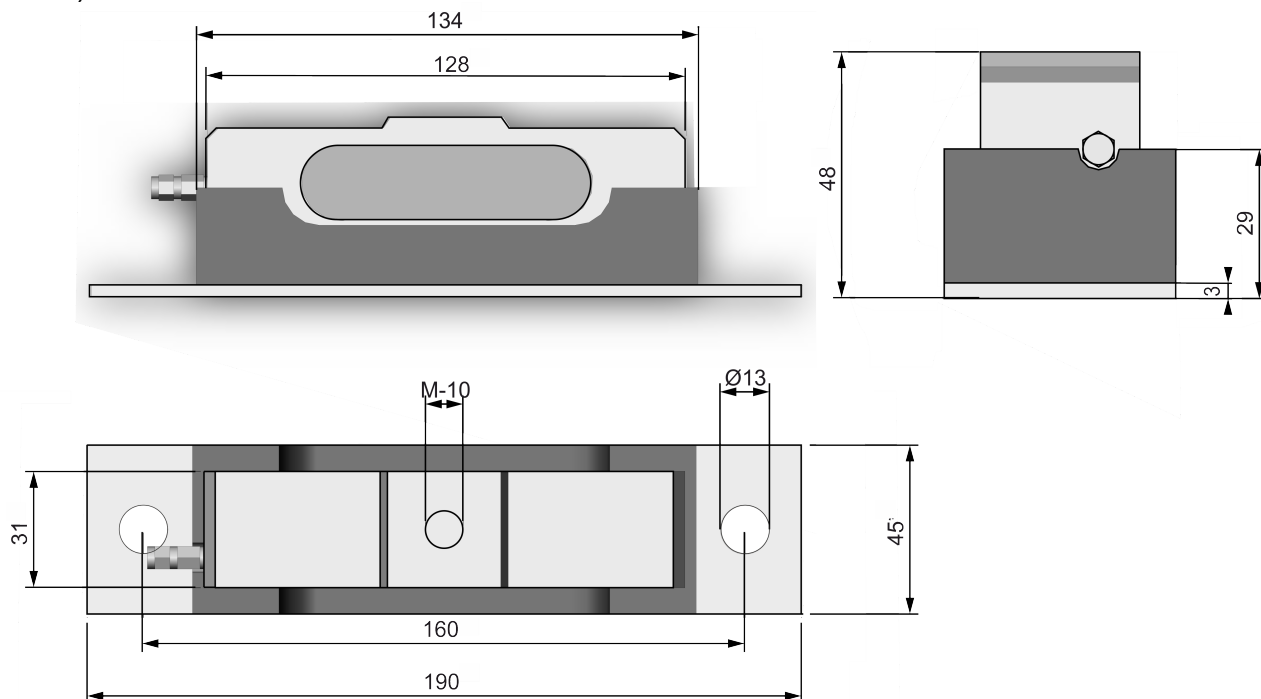

Рисунок 11 – Размеры тензодатчиков
6.4.1 Устройство поставляется с тензодатчиками, устанавливаемыми под пол кабины (рис. 11)